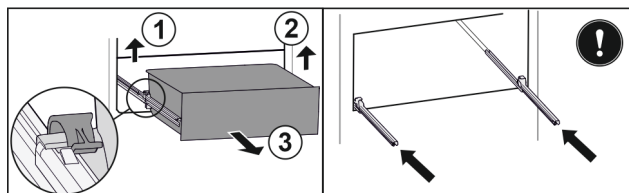

Fig. 64
- ▶ Podnieść lewy zacisk i wysunąć jednocześnie szufladę po lewej do przodu. Fig. 64 (1)
- ▶ Podnieść prawy zacisk i wysunąć jednocześnie szufladę po prawej do przodu. Fig. 64 (2)
- ▶ Wyjąć szufladę do przodu. Fig. 64 (3)